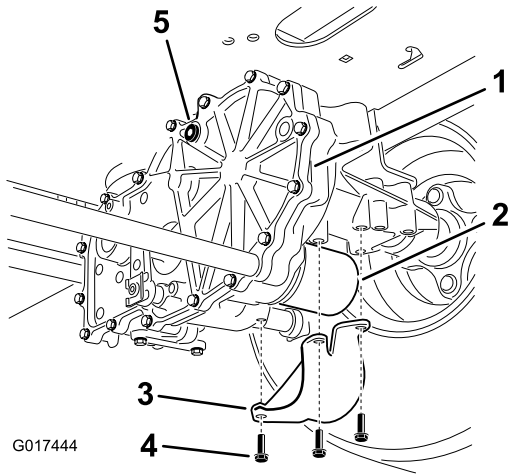

Bild 73
4. Ermitteln Sie den Filter und die Schutzvorrichtungen an jedem Getriebe (**Bild 73**).
5. Entfernen Sie die drei Schrauben, mit denen die Filterschutzvorrichtung und die Schutzvorrichtung befestigt sind (**Bild 73**).